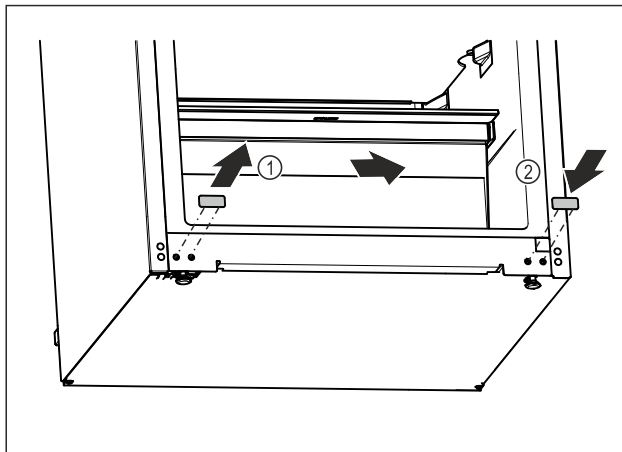

Fig. 21
- ▶ Træk dækproppen ud. Fig. 21 (1)
- ▶ Indsæt dækproppen på den modsatte side. Fig. 21 (2)